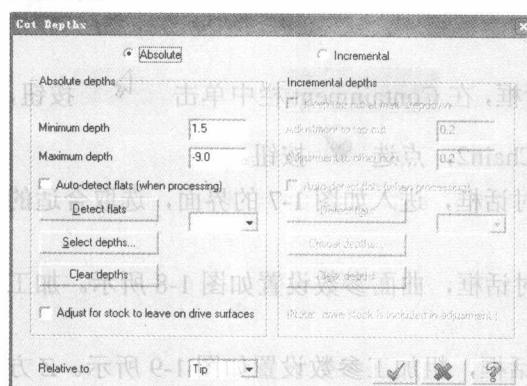

图 1-11 切削深度参数
⑦ 单击 **Cut Depths** 按钮，设置切削深度，如图 1-11 所示，综合考虑加工效率和刀具成本等因素，采用绝对尺寸，将 **Minimum depth** (最小深度) 设置为 1.5mm，**Maximum depth** (最大深度) 设置为 -9.0mm，-9.0mm 以下的部位用小刀进行粗加工。